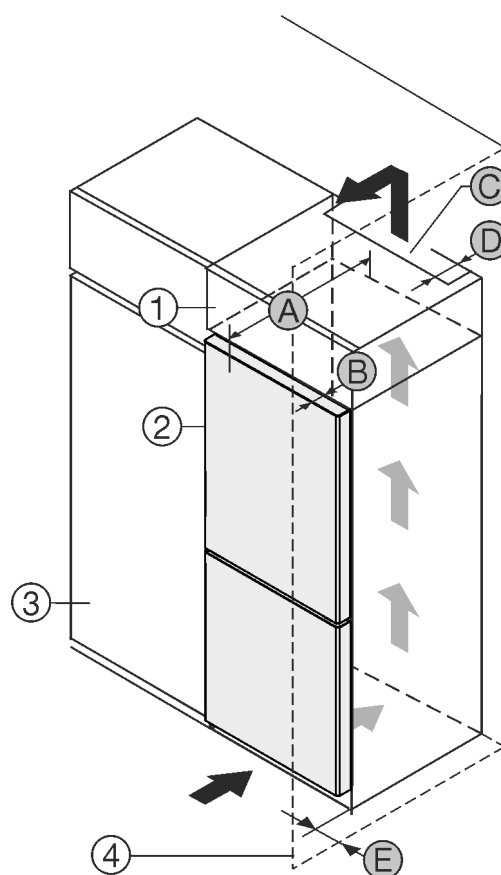

Fig. 1
Можете да поставите уреда непосредствено до кухненския шкаф Fig. 1 (3).*
От задната страна на шкафа-пристройка трябва да има вентилационен отвор с дълбочина Fig. 1 (D) по цялата ширина на шкафа-пристройка.*
Под тавана на помещението трябва да е спазено сечението за вентилация Fig. 1 (C).*
Когато уредът се поставя с пантите до стена Fig. 1 (4), разстоянието между уреда и стената трябва да е поне 13 mm.*
Когато уредът се поставя с пантите до стена Fig. 1 (4), разстоянието между уреда и стената трябва да е поне 20 mm.*
За да можете да отваряте вратата изцяло, уредът трябва да е издаден с дълбочината на вратата Fig. 1 (B) спрямо челото на кухненския шкаф. В зависимост от дълбочината на кухненските шкафове Fig. 1 (3) и използването на детайли за отстояние от стената, уредът може да излезе още по-напред.*